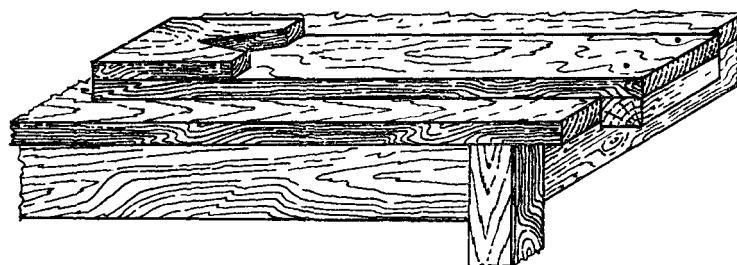

Рис. 1. Доска с упором.
*Доска с упором* (рис. 1) — простейшее приспособление для выполнения столярных работ, изготавливается из фугованной доски толщиной 40—50 мм. Упор делают из доски толщиной 20—25 мм. Упорный брускок имеет сечение 40 × 40 мм. Упор и брускок крепятся шурупами. При креплении упора головки шурупов следует утопить на 3—4 мм.